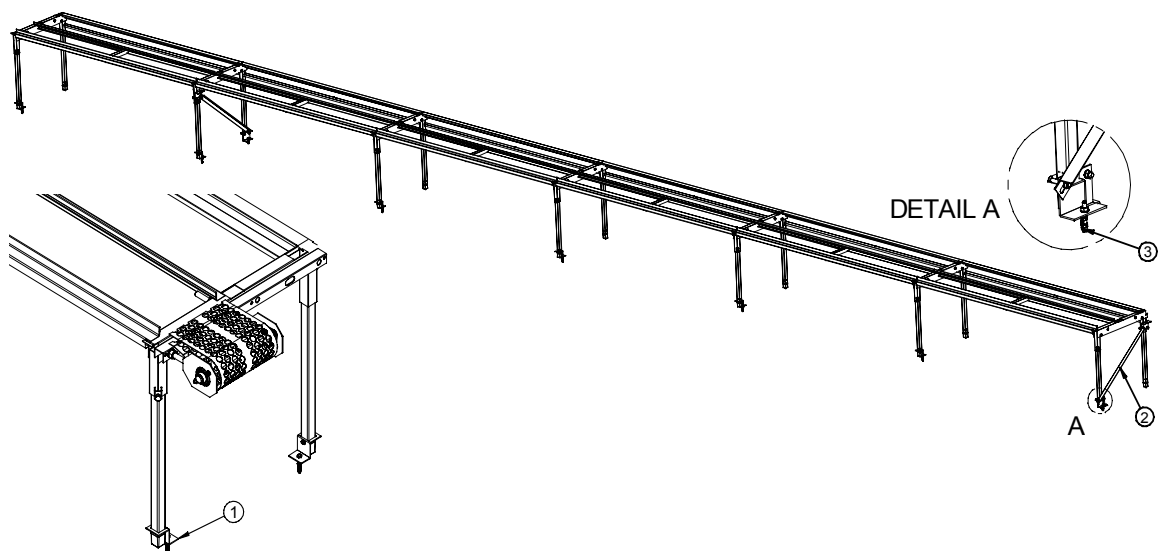

Рис. 4.12
- последние ножки должны крепиться к полу держателем (1) и винтом 8 x 50.
- если ленточная высота - 950mm или больше, то для стабильности, после каждых 6 секций, ленточная высота - 950mm или больше, то для стабильности, после каждых 6 секций, закрепляйте раму распорками (2) и крепите к полу пластиной и болтом M8 x 60 (3) (рисунок 4.12).